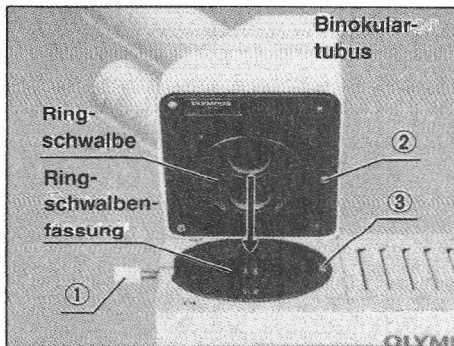

Abb. 5
- 1) Die Befestigungsschraube für den Binokulartubus (1) ganz lösen. (Abb. 5)
- 2) Den Führungsstift (3) und die Führungsnut (2) übereinander bringen und den ringförmigen Schwalbenschwanzkeil in die Schwalbenschwanznut an der Oberseite des Mikroskopkörpers einsetzen. Den Tubus anschließend mit der Befestigungsschraube (1) arretieren.